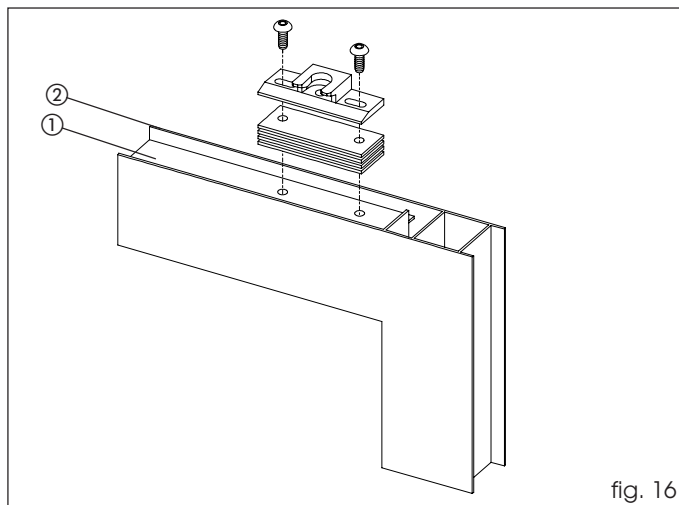
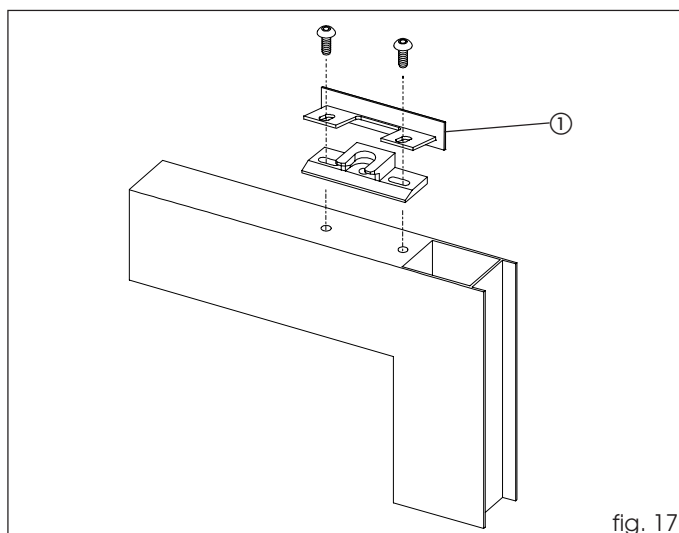

fig. 16
fig. 17
Als het oppervlak waarop het blokje bevestigd moet worden (fig. 16, ref. ①) lager is dan het hoogste punt van de vleugel (fig. 16, ref. ②), dan moeten de meegeleverde afstandstukken worden gebruikt om het blokje op het juiste niveau te brengen. Alvorens het blokje te monteren moet het afsluitdeksel van de kap worden geplaatst, zoals op fig. 17, ref. ①.